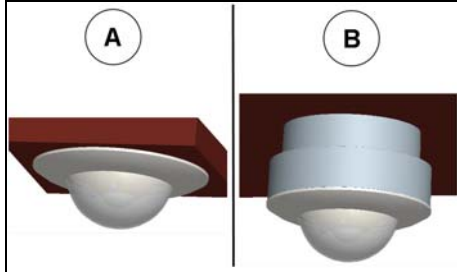

Bild 3 / figure 3
- (siehe Bild 3):
- UP Montage (A) in einer UP – Dose mittels Schraubbefestigung
- UP Montage (A) mit Haltefedern in der Zwischendecke.
- AP Montage (B) im AP- Gehäuse (siehe Zubehör)
- (see figure 3):
- UP mounting (A) in an UP socket with screw fixing
- UP mounting (A) with fixing claws in suspended ceiling
- AP mounting (B) in the AP housing (see accessories)